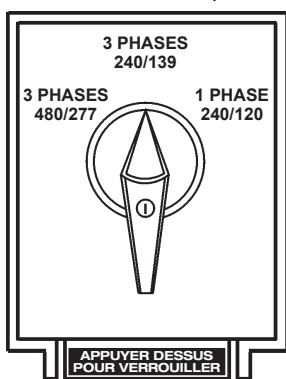

Figure 19. Commutateur de sélection de tension
1. Mettre le commutateur de sélection de tension dans la position 3Ø 240/139V comme indiqué dans la Figure 19.